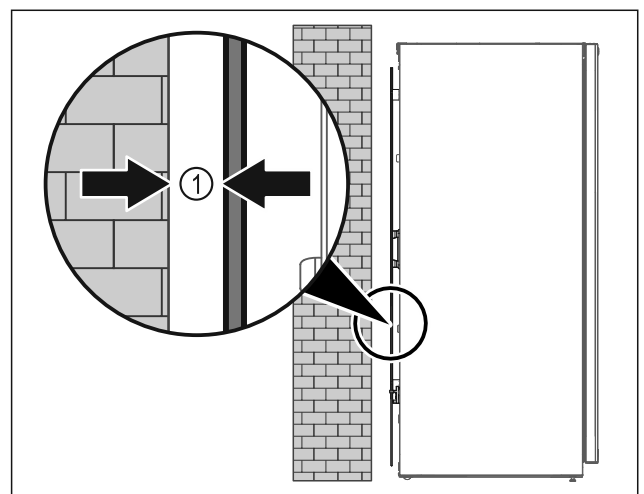

Fig. 7
- Установите устройство или свободно в помещении или прямо к стене на расстоянии 5 мм Fig. 7 (1).